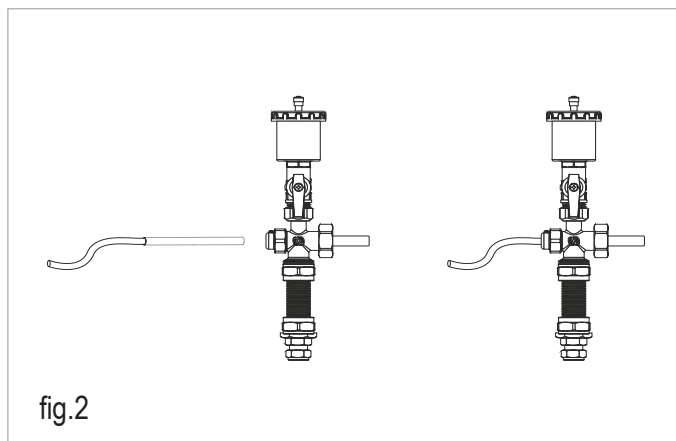

fig.2
Una vez realizadas las conexiones hidráulicas de los captadores solares, se deberá de introducir el bulbo de la sonda del captador (SS) en el colector portabulbos previsto en el mismo (fig.2) y, posteriormente, se deberá conectar eléctricamente en la conexión de las sondas de los captadores (SS) de los equipos Empti HC.